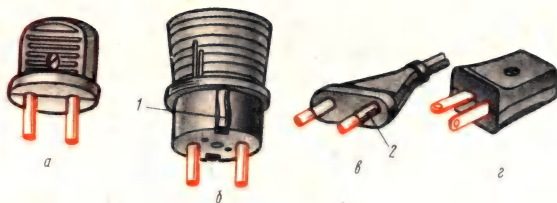

Рис. 57. Вилочная часть двухполюсных электрических соединителей:
**Условия применения.** Электрические соединители (рис. 57, 58, 59) выбирают в зависимости от условий эксплуатации и класса защиты используемых электроприемников (табл. 73).
Плоскость корпуса вилочной части соединителей для приборов классов 0 и 0I, касающуюся розеточной части, выполняют в виде круга диаметром 36 мм. Это делает возможным включение такой вилки в розеточную часть соединителя для приборов класса I (см. рис. 57, а и 58) и, кроме того, дополнительно защищает пользующегося электроприбором от прикосновения к токоведущим штифтам при включении и отключении.
У приборов класса защиты II вилки на 6 и на 10 А могут входить в розетки с заземляющим контактом благодаря фасонной конфигурации в виде круга с выемками для прохода заземляющих контактов и выступов на корпусе розетки. Для номинального тока 1...4 А корпус вилки делают меньшего размера, а от случайного прикосновения к штифтам защищают изоляцией их части, прилегающие к корпусу (см. рис. 57, в). Другие сочетания вилок и розеток приведены в таблице 74.
для замены вышедших из строя, лучше вместо них использовать соединители с цилиндрическими токоведущими штифтами и плоским контактом для заземления (см. рис. 57, б и 58).